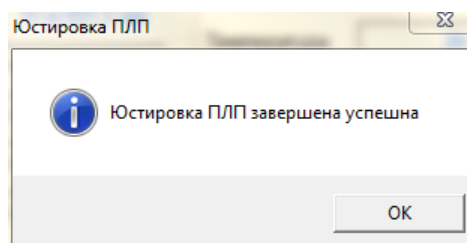

Рисунок 2.11 – Окно успешной юстировки позиционера
- Если операция прошла успешно, то появится сообщение (рис. 2.11).